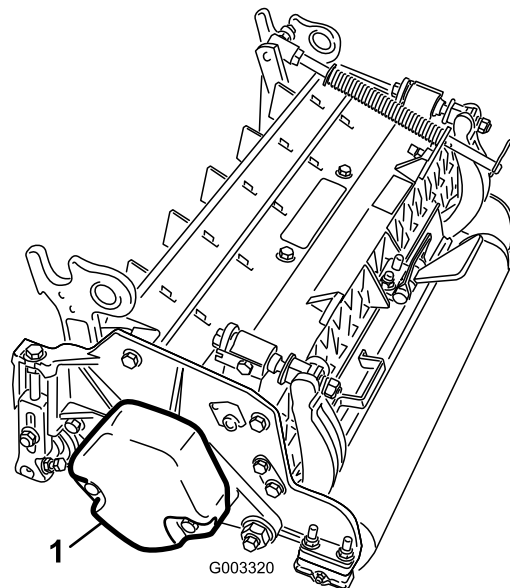

図 16
1. 2番、.4番、6番カッティングユニットでは、カウンタ・ウェイトをカッティングユニットの左側に固定しているキャップスクリュー(2本)を取る。カウンタ・ウェイトを取り外す(図 16)。